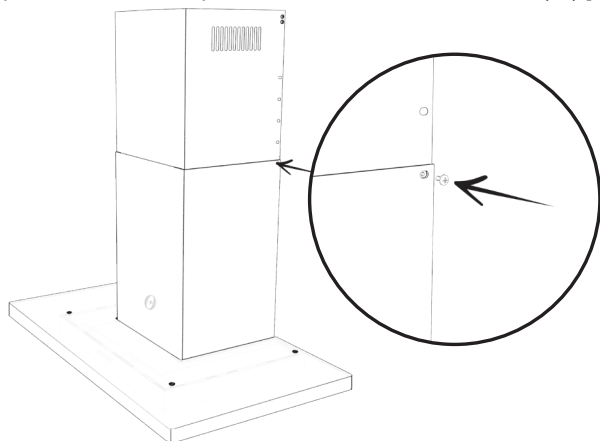

Figura 16
[08] Para finalizar, suba o duto decorativo deslizante (6) até a altura desejada e utilize os dois parafusos M4x8mm para fixá-lo no duto decorativo fixo (11) [ver figura 16].